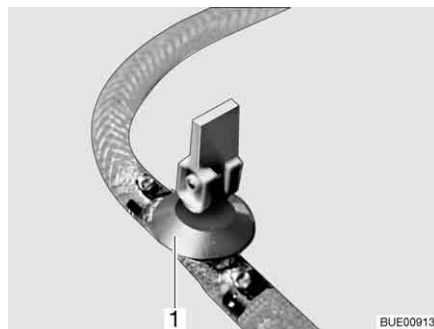

Fig. 209 Rubinetto di scarico
- Chiudere il rubinetto/i rubinetti di scarico. A questo scopo posizionare orizzontalmente la leva a bilanciere (Fig. 209,1).
- Aprire il rubinetto/i rubinetti di scarico (Fig. 209). A questo scopo posizionare verticalmente la leva a bilanciere (Fig. 209,1). Il boiler viene svuotato verso l'esterno.